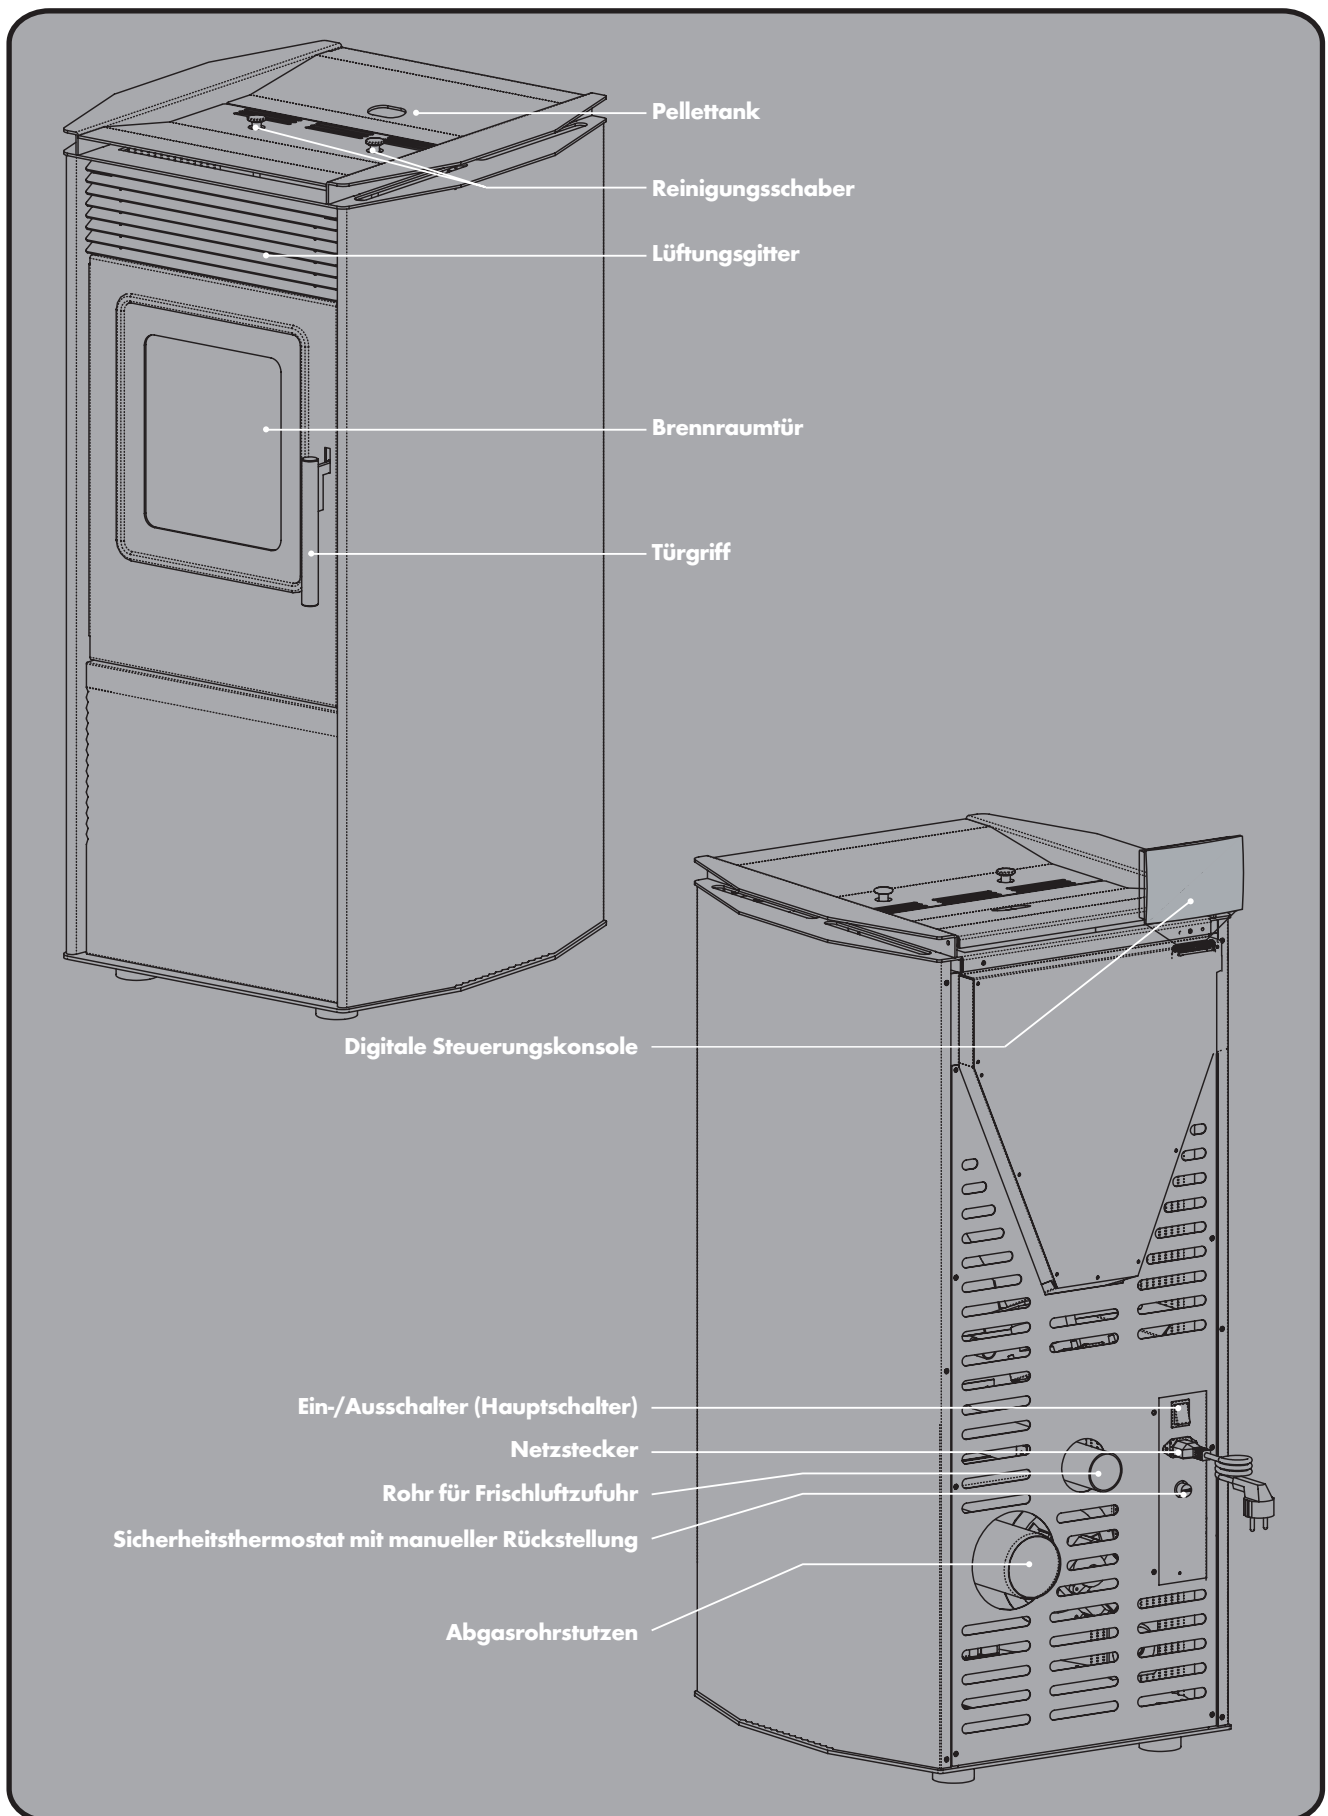

Abb. 2a: Geräteübersicht (Abbildung modellabhängig)
- ▶ Schalten Sie im Falle eines Schornsteinbrandes den Ofen sofort am Ein-/Ausschalter (Hauptschalter, siehe Abb. 2a) ab und ziehen Sie den Netzstecker aus der Steckdose. Versuchen Sie auf keinen Fall den Brand selbst zu löschen. Schütten Sie niemals Wasser in einen brennenden Schornstein. Rufen Sie unverzüglich die Feuerwehr! Lassen Sie zur Identifizierung der Brandursache den Schornstein unbedingt von Ihrem Bezirksschornsteinfeger überprüfen, bevor Sie den Pellet-Heizofen wieder in Betrieb nehmen.
- ▶ Schalten Sie den Ofen sofort am Ein-/Ausschalter (Hauptschalter, siehe Abb. 2a) ab, wenn aus irgendeinem Teil des Ofens oder des Abgasrohrs Rauch entweicht. Sorgen Sie für eine gute Raumbelüftung, indem Sie sämtliche Fenster öffnen. Lassen Sie den Ofen vollständig abkühlen, bevor Sie die Ursache der Raumentwicklung ermitteln. Ziehen Sie, wenn nötig einen Fachmann hinzu. Starten Sie das Gerät nicht, bevor die Ursache der Raumentwicklung geklärt und behoben wurde.
1. Schließen Sie einen dafür geeigneten Schlauch bzw. Luftkanal (Ø 48 mm, max. Länge 2,0 m) am Luftansaugrohrstutzen (siehe S. 10, Abb. 2a) an der Geräterückseite an.
1. Vergewissern Sie sich, dass der Ein-/Ausschalter (Hauptschalter, siehe Abb. 2a) auf der Position 0 steht.
2. Schließen Sie das beiliegende Netzkabel zunächst am Gerät an. Die Anschlussbuchse für das Netzkabel befindet sich unterhalb des Hauptschalters auf der Geräterückseite (siehe Abb. 2a). Stecken Sie dann das Netzkabel in eine geerdete, durch einen FI-Schutzschalter abgesicherte Steckdose (230 V~50 Hz).
3. Bringen Sie nun den Ein-/Ausschalter (Hauptschalter, siehe Abb. 2a) auf Position I. Das Gerät ist nun betriebsbereit und das Display zeigt die folgenden Informationen: